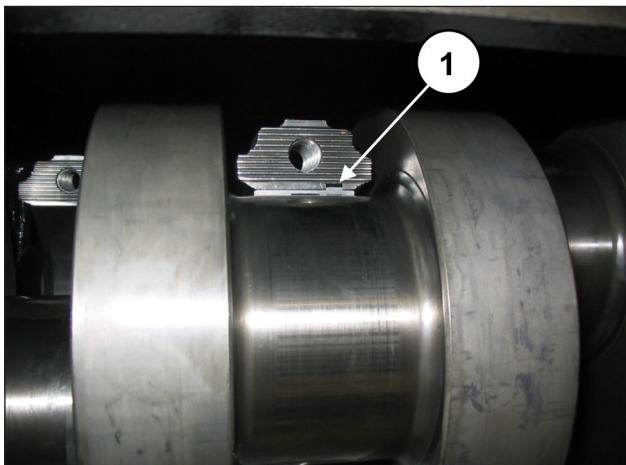

图 58
为了正确安装半轴承, 应确保半轴承的基准平键定位在半连杆(位置①, 图 58)的专用底座中。